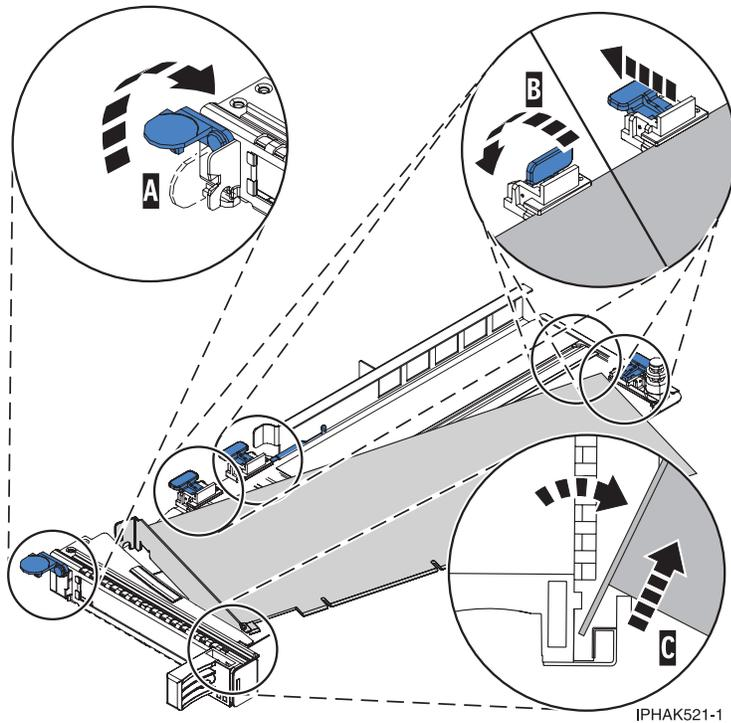

Figure 36. Retrait de la carte de la cassette de cartes PCI
- a. Déverrouillez les crochets de retenue de la carte en faisant tourner l'étrier de retenue (A) pour le mettre en position horizontale. Voir figure 36, à la page 51.